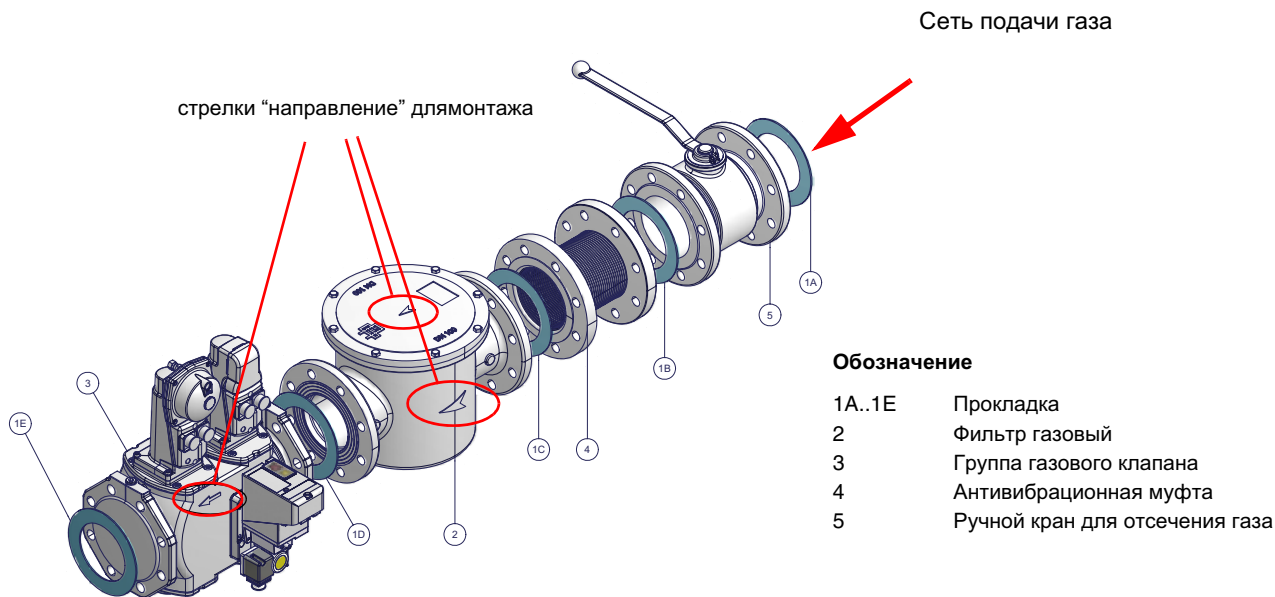

Рис. 10 - Пример газовой рампы
- 1 - б) при фланцевых соединениях: между соседними компонентами устанавливать прокладку (1A..1E - Рис. 10), совместимую с используемым газом,
ВНИМАНИЕ: после монтажа газовой рампы согласно схеме на Рис. 10, необходимо провести тестирование на герметичность газового контура, согласно требований действующих нормативов.